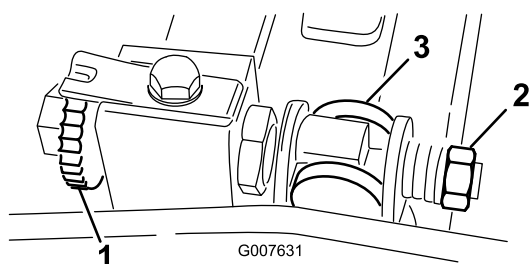

図 61
1. ベッドバー調整ねじを左に回して下刃とリールの接触を完全になくす 図 61。
2. スプリングテンションナットをゆるめて、ワッシャがベッドバーを全く押さないようにする 図 61。